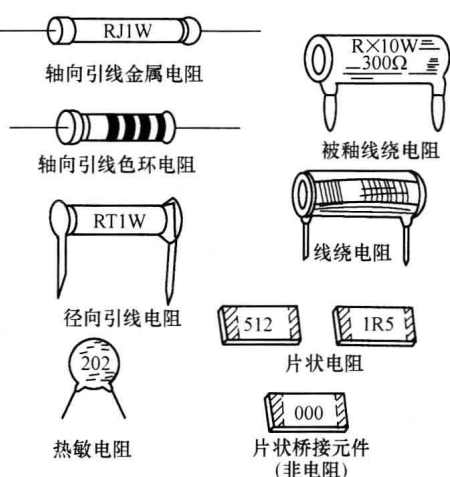

图 1-1 电阻器的直标法
1) 直标法。将电阻的标称值和偏差等级直接用数字印在电阻上。例如 $5.1\text{k}\Omega \pm 10\%$ 。就是 5100Ω 偏差为 $\pm 10\%$ ； $100\Omega \pm 5\%$ 就是 100Ω 偏差为 $\pm 5\%$ 。有的没有标注偏差等级的，则一律表示偏差为 $\pm 20\%$ ，如图 1-1 所示。